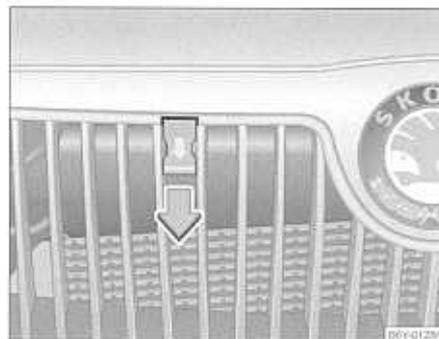

Fig. 124 Rejilla del radiador: Tirador
- Extraiga el tirador ⇒ página 177, fig. 124, el capó se desenclavará completamente.